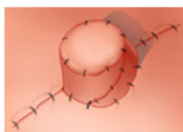

Figura 6
19. Conclua o procedimento cirúrgico fechando todos os locais de incisão com uma linha de sutura firme contra vazamentos, não reabsorvível ou de absorção lenta, como mostrado na Figura 6.